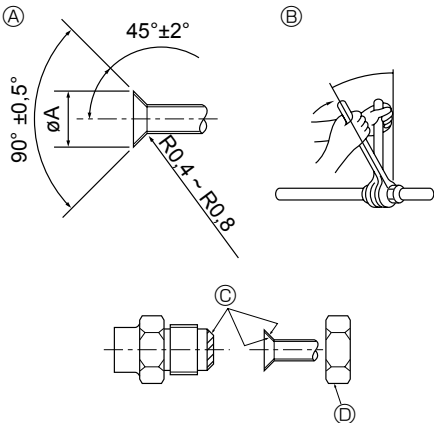

Fig. 4-1
4.1. Collegamento dei tubi (Fig. 4-1)